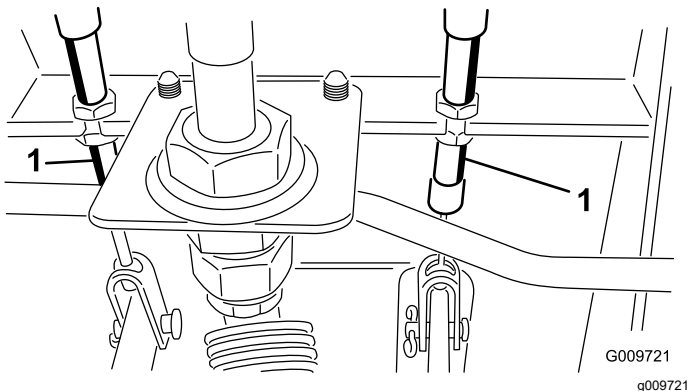

Bild 119
- A. Lockern Sie die vordere Mutter an der Gewindeseite des Bremszuges (Bild 119).